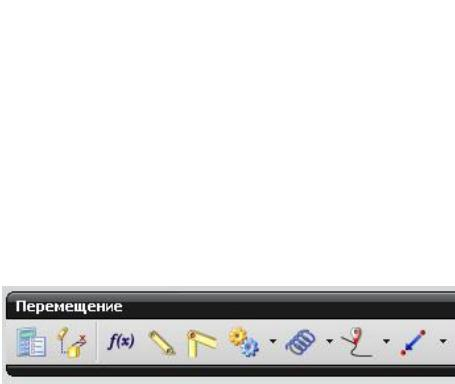

рис.40
- Все кинематические связи определяются с помощью пиктограммы *Соединение* (пятая пиктограмма слева на рис.40).